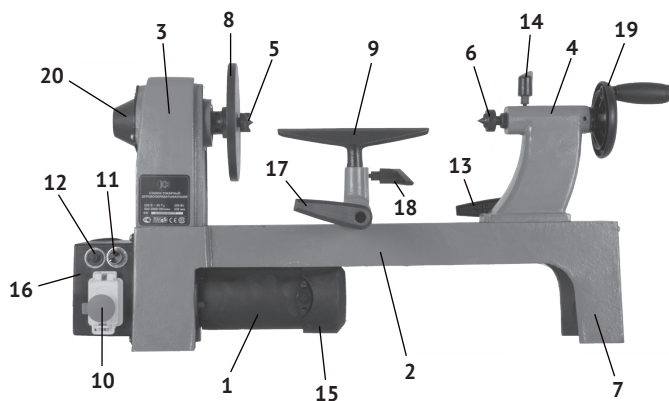

рис. 1
1.6 Общий вид станка представлен на рис.1
1.7 На цельнометаллической станине (рис.1 поз.2) крепятся основные узлы станка: двигатель (рис.1 поз.1), корпус передней бабки (рис.1 поз.3), блок управления (рис.1 поз.16), задняя бабка (рис.1 поз.4) и штатив с подручником. Крутящий момент с якоря электродвигателя клиновым ремнём (0-560) передаётся на шпиндель. Корпус задней бабки и подручник имеет возможность перемещения вдоль станины (в зависимости от длины заготовки). Кроме того механизм задней бабки позволяет перемещать её центр (рис.1 поз.6) пинолью (винтом ходовым) для надёжной фиксации заготовки.
Штатив подручника имеет возможность горизонтального перемещения по станине и фиксируется в нужном положении рукояткой (рис.1 поз.17). Подручник (рис.1 поз.9) имеет возможность вертикального перемещения в штативе и фиксируется на нужной высоте рукояткой (рис.1 поз.18).
1.8 Выключатель – магнитный пускатель (рис.1 поз.9) расположен на блоке управления (рис.1 поз.16). Он имеет две кнопки: зелёная с символом «I» - включение двигателя и красная с символом «0» - выключение двигателя (стандарт МЭК 60417).
отверстия в нижней части ножек станины (рис.1 поз.7).
3.1.3 Убедитесь что центр задней бабки собран правильно – имеет возможность крепления заготовки продольным перемещением пиноли (ходового винта). Вращение рукояткой маховика (рис.1 поз.19) перемещает пиноль вместе с центром (рис.1 поз.6) и закрепляет заготовку в рабочем положении.
Рабочее положение пиноли фиксируется рукояткой (рис.1 поз.14).
- выкрутив 3-и винта, снять крышку (рис.1 поз.20) корпуса передней бабки;
3.1.5 Станок оборудован электронной регулировкой частоты вращения якоря двигателя, а, следовательно, и шпинделя. Поворотом рукоятки потенциометра (рис.1 поз.11) по часовой стрелке, обороты шкива увеличиваются в интервале от 500 до 3500 об/мин. Поворот рукоятки против часовой стрелки уменьшает обороты шпинделя.